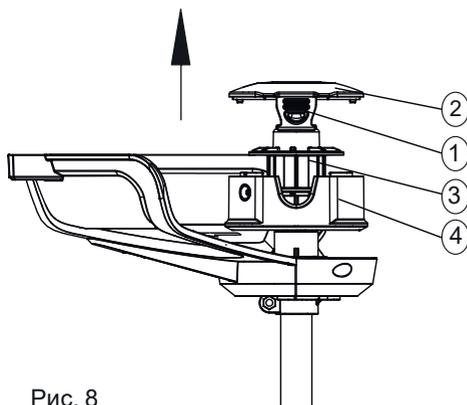

Рис. 8
2. Удерживая язычки (1) в отжатом состоянии, снимите крышку катушки (2) с корпуса (4) (рис. 8).
3. Извлеките пустую катушку (3) (рис. 8).